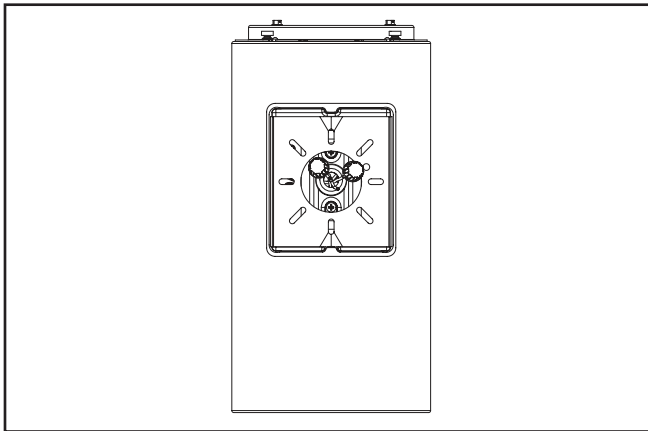

Figura 2.
1. Coloque la placa de montaje en pared en la caja de empalme usando los accesorios para este tipo de cajas (de otras marcas) y ajuste a un par de torsión de 17 pulg./lb si utiliza un tornillo de 8-32. (Figura 2).